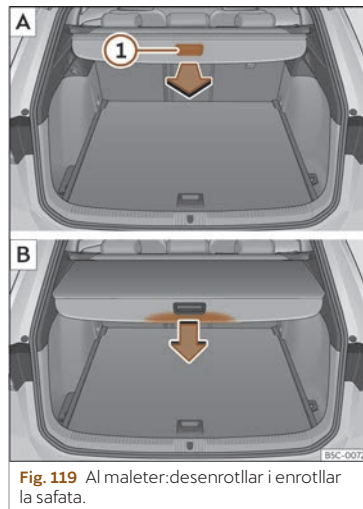

Fig. 119 Al maleter: desenrotllar i enrotllar la safata.
- Estireu uniformement de la safata pel agafador»» **fig. 119** ① [A] cap enrere i traieu-la fins al límit fins que encaixi de forma audible.
- Premeu sobre l'agafador de la safata en el sentit de la fletxa fins que quedi desbloquejada»» **fig. 119** [B].